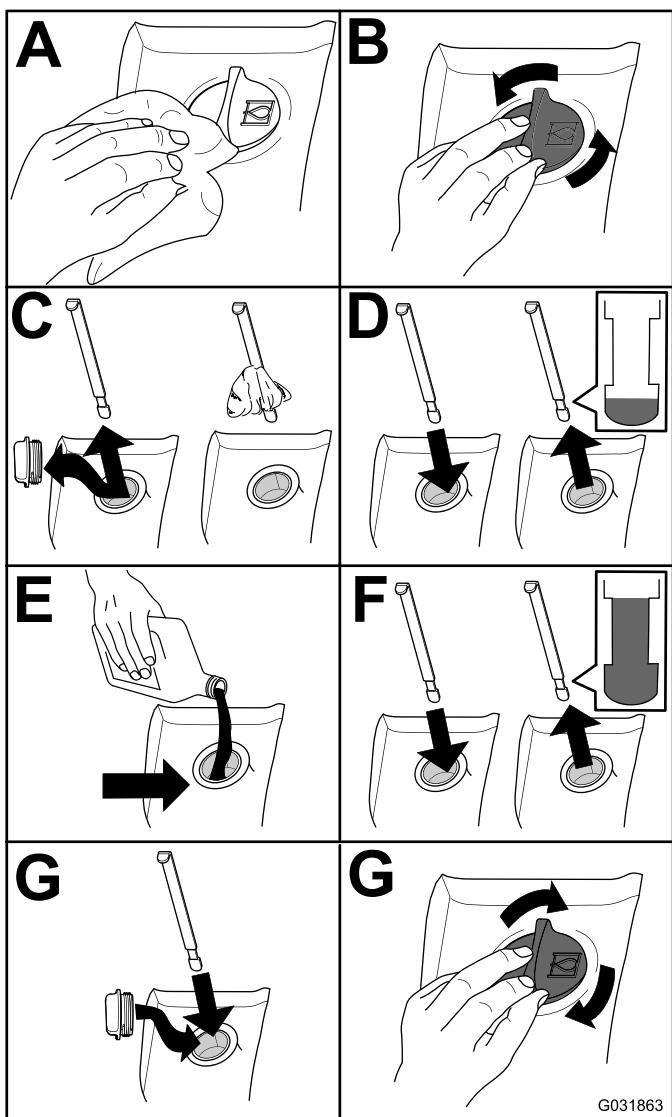

Bild 103
2. Prüfen Sie den Stand des Hydrauliköls (Bild 103).